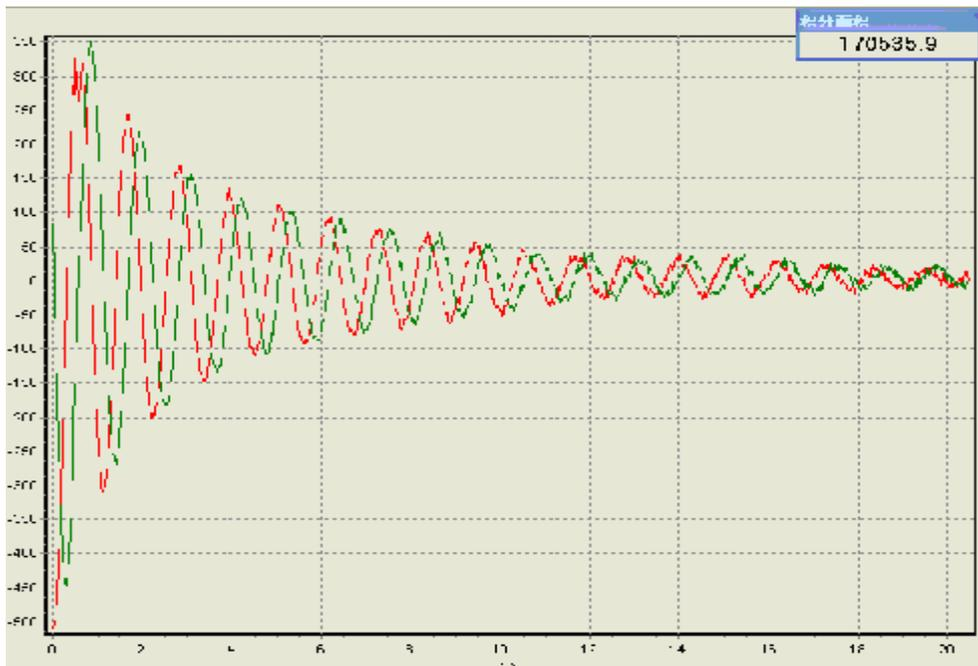

图 13
7、分别改变 D3 值(见图 5)，100、300、500、700、1000，观察 FID 信号的改变情况，并总结出规律。如图 13 所示为 D3=500 时的 FID 信号。